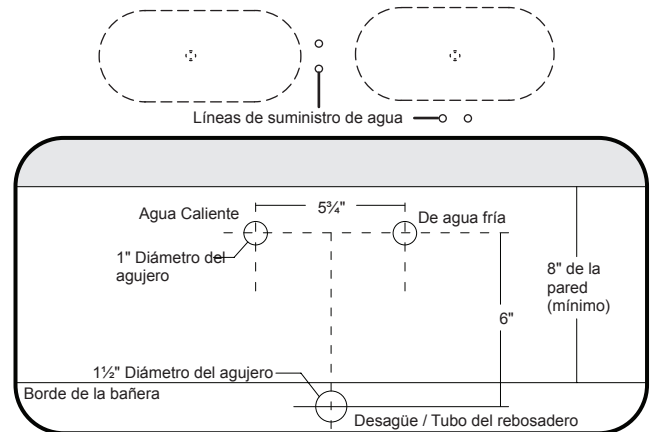

Figura 7. Fijación de la bañera
- 2 Medida 6" del centro de la línea de suministro de agua al centro de la boca de drenaje en la bañera (Figura 7).